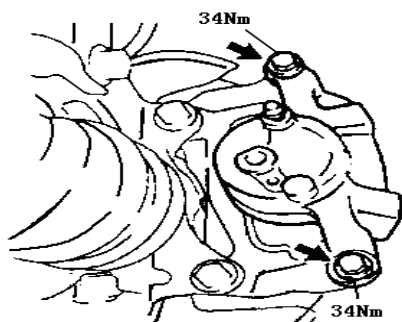

图 3-21
(1) 用2个螺栓安装前盘式制动分泵，如图3-21所示。拧紧力矩：34N·m。
(2) 用接头螺栓安装新垫片和软管，拧紧力矩：30 N·m。注意：要将软管可靠地紧固在制动分泵的锁止孔内。